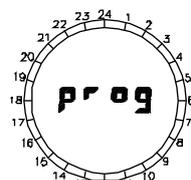

fig.5b
Premere il tasto >> (compare la scritta **prog** sul display, fig.5b) per scorrere i segmenti della corona, portarsi quindi all'orario desiderato (individuato dai numeri esterni alla corona) e premere il tasto **ON** per annerire il segmento. Muovere poi ripetutamente il cursore lampeggiante con il tasto >> selezionando il corrispondente stato del relè utilizzando i tasti **ON** e **OFF**.
*When the device is supplied, it makes a test by itself lighting all the display segments and closing the exit contact for 2 seconds. After this step, **Bit 1** is initialized as in fig.5a, showing the time (00:00), the day Monday (MO) and the condition of relay (OFF). Press the key >> (the word **prog** is showed in the display, fig.5b) to slide the segments of the crown, go to the desired time (individualized by external crown numbers) and press the key **ON** to blacken the segment.*
Durante la programmazione, e nelle eventuali successive modifiche, non c'è bisogno di confermare le operazioni effettuate poichè diventano operative automaticamente appena **Bit 1** esce dalla modalità programmazione (fig.5b), dopo 15 secondi circa di inattività.
*During the programming, and in the eventual further changes, it is not necessary to confirm the effected operations, as they become automatically operative when **Bit 1** goes out the programming (fig.5b), after few seconds.*